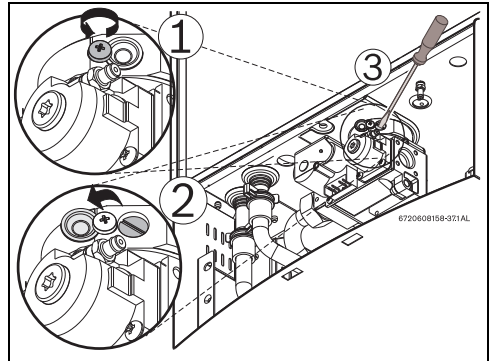

Fig. 48 Ajuste de CO2 en modo P1
- ▶ Aflojar el tornillo Philips con pintura amarilla de precintado (Fig.48, pos.1) y mover la tapa de protección (Fig.48, pos. 2), de manera a que se haga visible el tornillo de afinación.
- ▶ Colocar la tapa de protección en la posición inicial y apretar el tornillo Philips, Fig. 48.